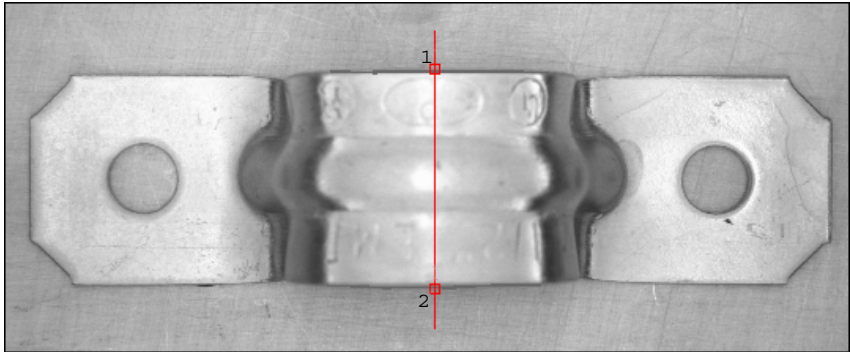

図 4-5 ブラケットの距離を測定するためのエッジを検出
5. 図 4-5 のように、幅の中心を測定するために使用できるエッジを検出するには、クリックしドラッグして、ブラケットの真中を通る縦のラインを引きます。IMAQ Vision Builder は、そのエッジに 1、2 と名前を付けます。